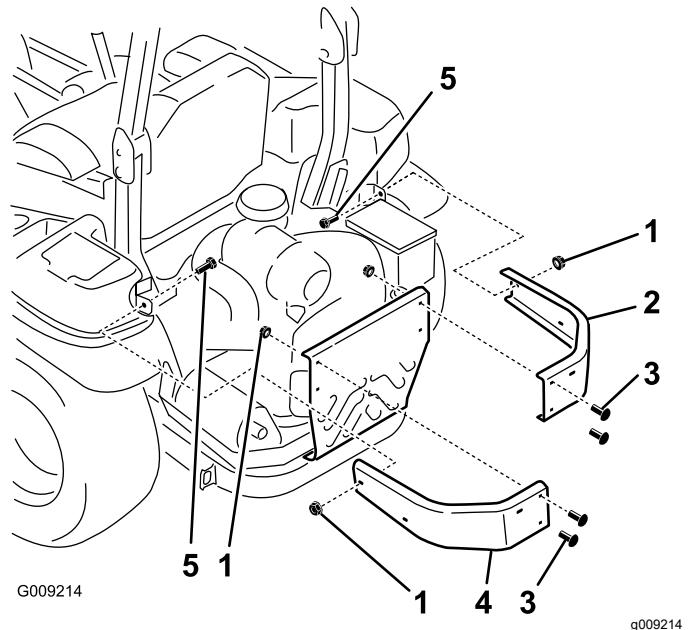

Figura 5
1. Remova as porcas e parafusos que prendem os amortecedores laterais à máquina (Figura 5).
e seis porcas flangeadas ($\frac{3}{8}$ pol.) como se mostra na Figura 5.